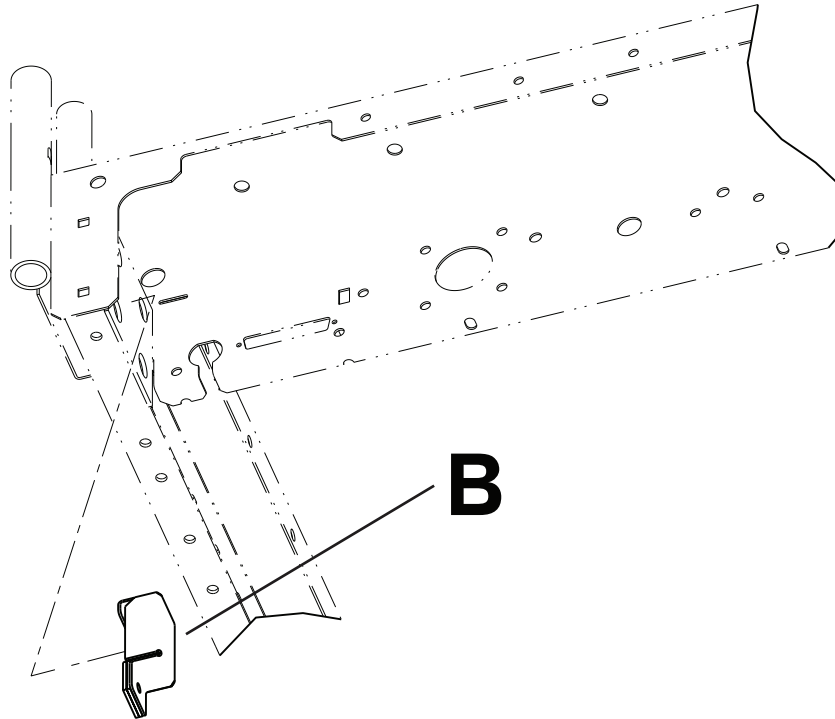

Figure 19 – Boîtier de la batterie
S'il s'avère nécessaire de remplacer la batterie 9 V de l'appel infirmier, un message apparaît à l'affichage du pied de lit. La batterie se situe du côté gauche du patient, du côté tête du lit (B) (Figure 19). Aucun outil n'est requis pour remplacer la batterie.
2. Séparer les attaches **Velcro®** qui fixe le boîtier de la batterie (B) sur le châssis du plan de couchage et soulever le boîtier de la batterie jusqu'à ce qu'il soit dégagé du châssis. (Figure 19).